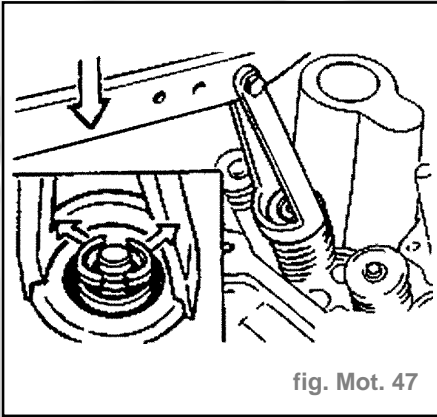

fig. Mot. 47
- Comprimer les ressorts de soupape et enlever les demi-bagues coniques (fig. Mot. 47).